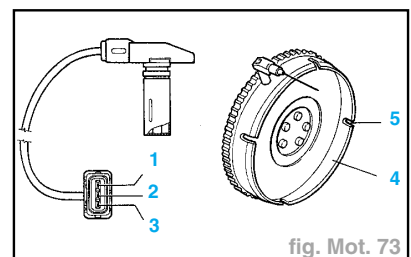

fig. Mot. 73
- Sur le volant moteur (4), il y a quatre fraises (5), à 90° l'un par rapport à l'autre, obtenus sur le pourtour de la couronne.
- Le passage de ces fraises en-dessous du capteur comporte, par effet de la variation de l'entrefer, une variation du flux magnétique, ce qui produit un courant dans les spires de la bobine intégrée dans le capteur. Ce signal est envoyé à la borne 47 de la centrale et il est traité de manière à permettre la détection du nombre de tours du moteur (fig. Mot. 73).